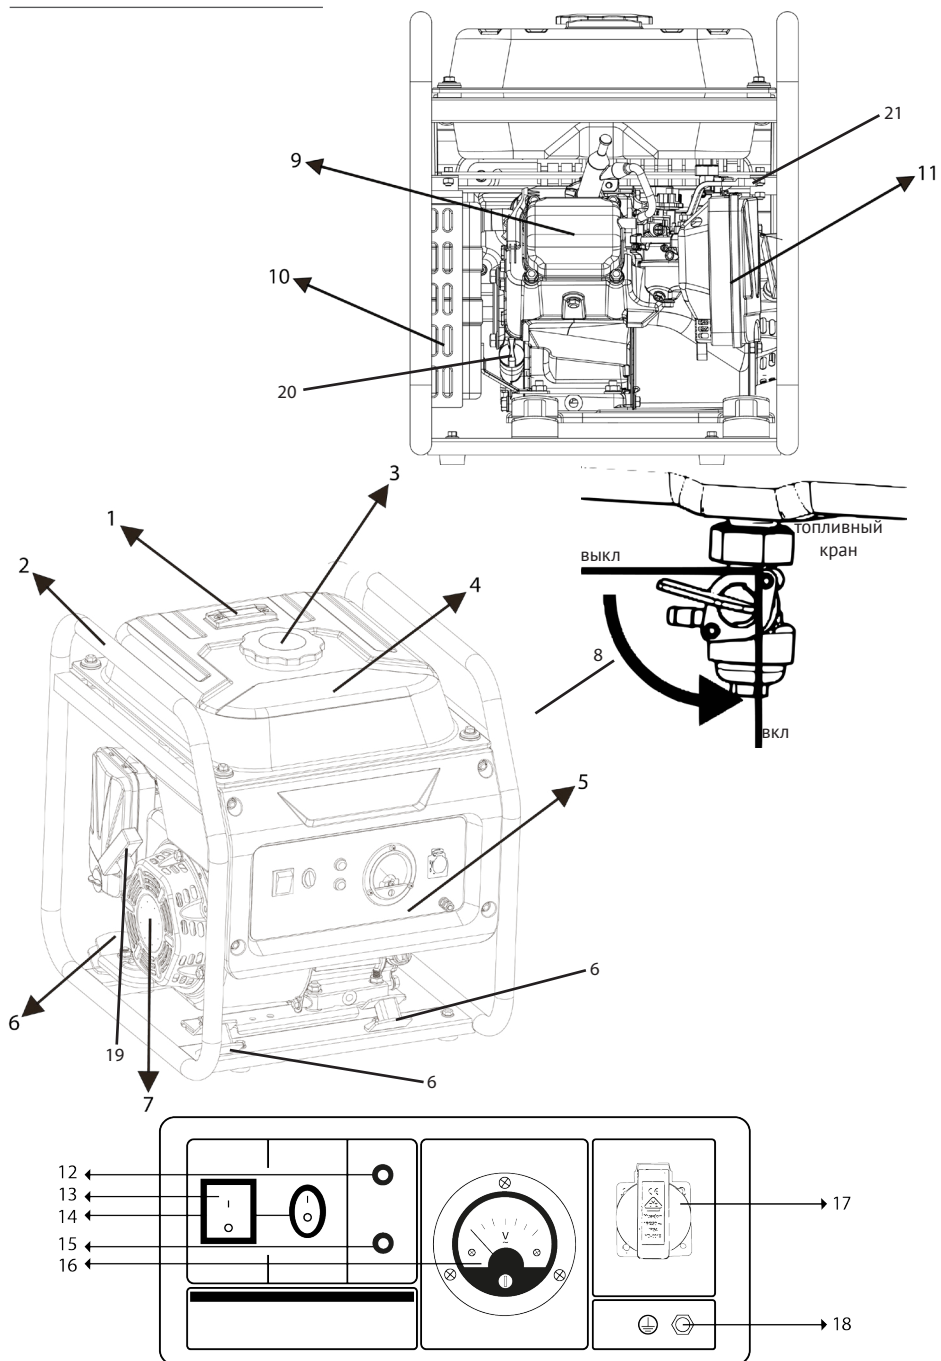

рис.1
стабилизации на розетки переменного тока 220В (рис.1 поз.17). Инверторный преобразователь позволяет бензогенератору выдавать энергию с максимально стабильными параметрами, что позволяет использовать его для питания чувствительных электроприборов и электроники.
3.2 Бензогенератор оснащён одноцилиндровым четырёхтактным двигателем внутреннего сгорания с верхним расположением клапанов и нижним расположением коленчатого вала. Верхнее расположение клапанов снижает теплонапряжённость двигателя. При этом достигается более высокая выходная мощность в меньшем рабочем объёме при эффективном сгорании топлива. Двигатель имеет карбюраторную систему питания. Смазка осуществляется разбрызгиванием масла в картере. Пуск двигателя осуществляется ручным тросовым возвратным стартером (рис.1 поз.19).
3.4 Двигатель и генератор закреплены на трубчатой раме (рис.1 поз.6) через подушки, что снижает вибрацию аппарата и уменьшает уровень шума при работе. Все элементы бензогенератора имеют удобный доступ для обслуживания и ремонта.
4.2.3 Обеспечение требований электробезопасности: эксплуатация бензогенератора должна производиться в строгом соответствии с требованиями «Правил техники электробезопасности при эксплуатации электроустановок». Электрическая сеть подключения потребителей относится к системе с изолированной нейтралью, предусматривающей защитное заземление открытых токоведущих частей корпуса. В зависимости от местных условий (состав грунта, его влажность и т.п.) изменяется качество заземления. Во всех случаях защитное заземление должно иметь сопротивление не более 4-х Ом. Во время работы бензогенератора его клемма заземления (рис.1 поз.18) должна быть подсоединена к заземлителю. Практически это требование может быть реализовано следующими способами:
Выкрутите пробку-щуп (рис.1 поз.20) из маслозаливной горловины и залейте в картер масло необходимой марки до нижнего края горловины, как показано на рис.2. Вставьте сухой чистый щуп в горловину картера и извлеките его. Проверьте уровень масла: граница смоченной области щупа должна располагаться между отметками минимального и максимального уровней.
При выборе масла руководствуйтесь требованиями эксплуатационной документации и указаниями по применению конкретного типа масла его производителем. При уровне масла ниже минимально допустимого загорается индикатор (рис.1 поз.15) на панели управления и срабатывает блокировка двигателя при включении зажигания.
Открутите крышку (рис.1 поз.3) топливного бака (рис.1 поз.4). Заливайте бензин в топливный бак не более чем на 1см ниже уровня основания заливной горловины. Перед запуском двигателя тщательно протрите крышку бензобака, удалив возможные при заправке брызги топлива.
- перевести выключатель зажигания (рис.1 поз.13) в положение «ВКЛ»;
- открыть топливный кран (рис.1 поз.8);
- перевести рычаг воздушной заслонки (рис.1 поз.21) в положение «закрыто» при пуске холодного двигателя (для прогретого двигателя рычаг устанавливается в промежуточном положении);
- резко, с усилием потяните рукоятку стартера (рис.1 поз.19) до упора, повторите действие ещё раз, если двигатель не завёлся.
- перевести выключатель нагрузки (рис.1 поз.13) в положение «ВыКЛ»;
- перевести тумблер выключателя зажигания (рис.1 поз.13) в положение «ВыКЛ.»;
- отключить потребителей электроэнергии от розетки (рис.1 поз.14);
- закрыть топливный кран (рис.1 поз.8).
Подключение нагрузки потребителя к розетке переменного тока (рис.1 поз.17) производится в следующем порядке: